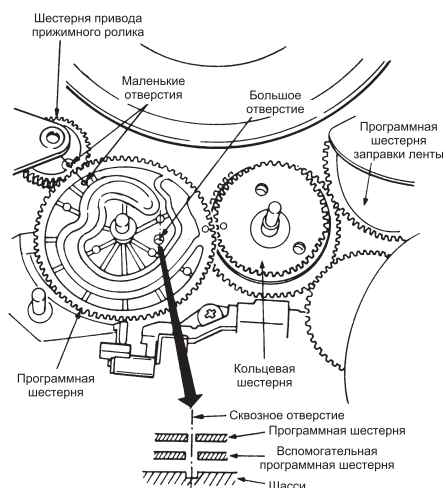

Рис. 5. Установка основной программной шестерни
2. Устанавливают с верхней стороны шасси шестерню привода прижимного ролика. Затем устанавливают основную программную шестерню так, чтобы маленькие отверстия на ней и на шестерне привода прижимного ролика находились на одной линии. Большое отверстие в основной программной шестерне должно при этом совпадать с отверстием во вспомогательной программной шестерне, как показано на рис. 5.